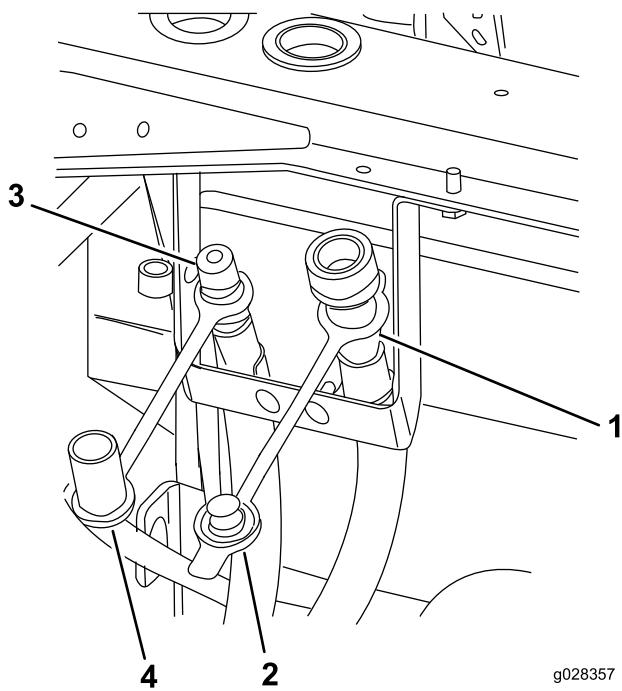

Figura 10
- Montate il flessibile della pressione sulla staffa di supporto nella posizione sinistra, utilizzando un morsetto a R, un bullone a testa tonda (1/4 poll.) e un dado (1/4 poll.) (Figura 10)
- Montate il flessibile di ritorno sulla staffa di supporto nella posizione destra, utilizzando un morsetto a R, un bullone a testa tonda (1/4 poll.) e un dado (1/4 poll.) (Figura 10)